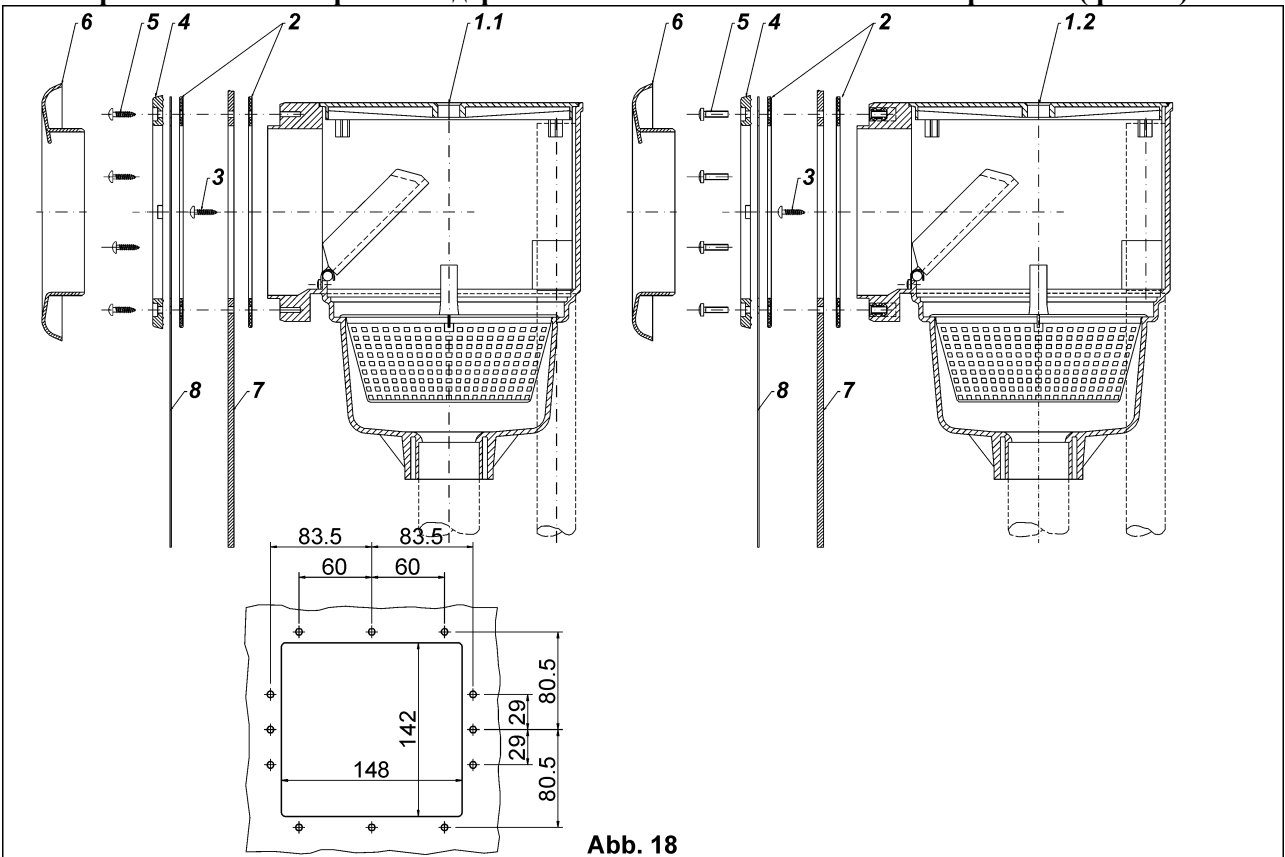

Abb. 18
**3.4 Встраивание скиммера V10 в деревянный бассейн с плёночным покрытием (рис.18)**